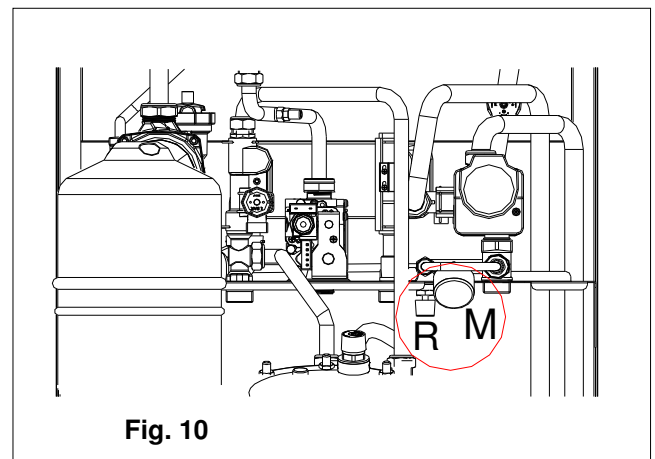
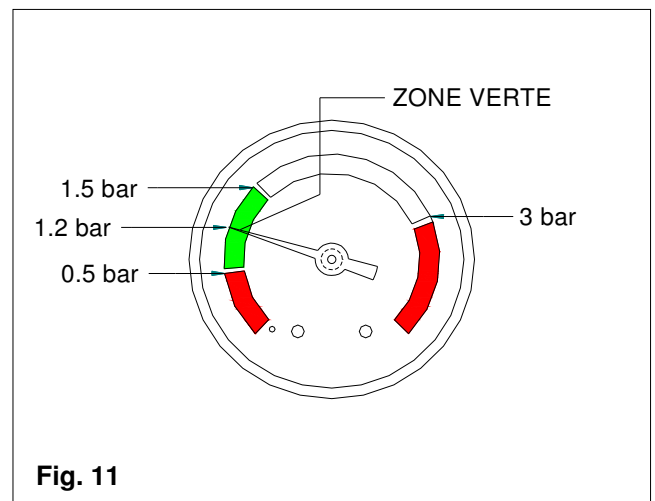

Fig. 10
Fig. 11
- ouvrir le robinet de remplissage **R** (fig. 10) et contrôler, au moyen du manomètre **M** (fig. 10), que la pression du circuit arrive à la moitié de la zone verte correspondant à 1,2 bar (fig. 11).
- **Au terme de cette opération, s'assurer que le robinet de remplissage R (fig. 10) est bien fermé.**
- Si au terme de ces opérations, on détecte une baisse de la pression de l'eau dans le circuit, ouvrir de nouveau le robinet de remplissage **R** jusqu'à ce que la pression indique 1, 2 bars au niveau du manomètre (fig. 11).